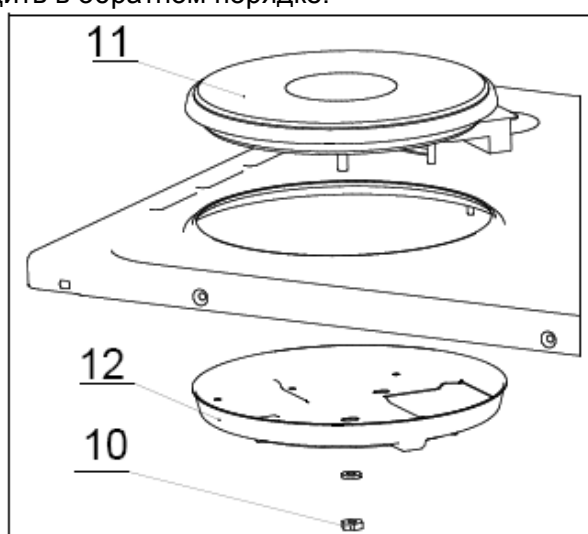

Рисунок 4 - Демонтаж конфорки с тарелкой
- открутить гайки (10), крепящие конфорки (11) к тарелкам (12) (рис. 4);
- вынуть конфорку(11) и заменить её на новую;